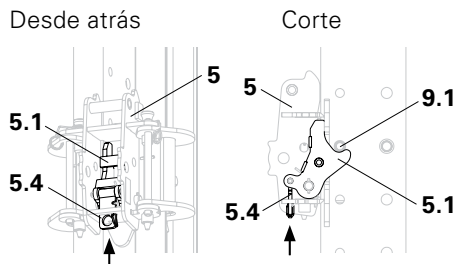

Fig. 61: Activar el pestillo de trepado manualmente
2. Presionar manualmente el mecanismo de bloqueo del pestillo (5.4) hacia arriba para activar el pestillo de trepado. (Fig. 61)